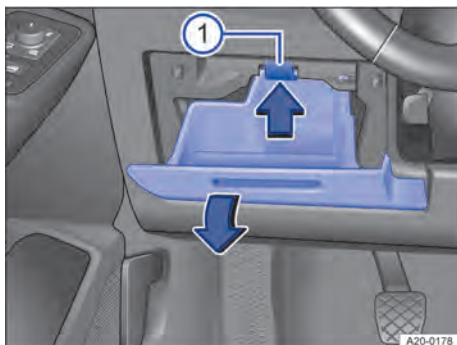

Abb. 186 Abdeckung des Sicherungskastens in der Instrumententafel: Linkslenker, links neben dem Lenkrad.
1. Ablagefach öffnen und ggf. leeren → Abb. 186.
2. Rastnase in Pfeilrichtung nach oben drücken und gleichzeitig Ablagefach weiter öffnen und in Pfeilrichtung entnehmen, bis der Sicherungsträger zugänglich ist → Abb. 186 ①.